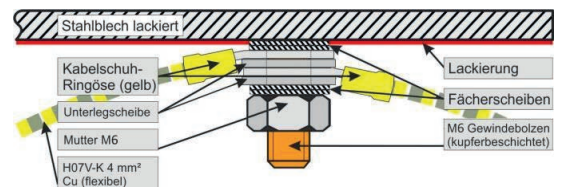

Abbildung 2
Die Erdungskabel (A) sind wie in Abbildung 2 gezeigt anzuschließen. Zuerst stecken Sie die Fächerscheibe (D), dann die Ringöse des Erdungskabels (A), eine Unterlegscheibe (C), die Ringöse des Erdungskabels (A), eine Unterlegscheibe (C) und eine Fächerscheibe (D) auf den Gewindebolzen des Gehäuserahmens. Danach schrauben Sie die Mutter (B) auf den Gewindebolzen und drehen diese mit einem Werkzeug fest. Zur Montage des Gehäuserahmens auf die Rückwand (Lochrasterblech) verwenden Sie die beiliegenden Blehschrauben (E) und die Unterlegscheiben (C).